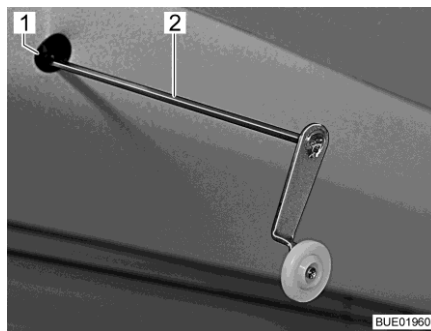

Bild 146 Vev för nöddrift
- Stick den medföljande veven (Bild 146,2) eller insexnyckeln i hållaren (Bild 146,1) vid motorn. Upptagningen är placerad i avsnittet bländskydd uppe till vänster på den höjbara sängen.